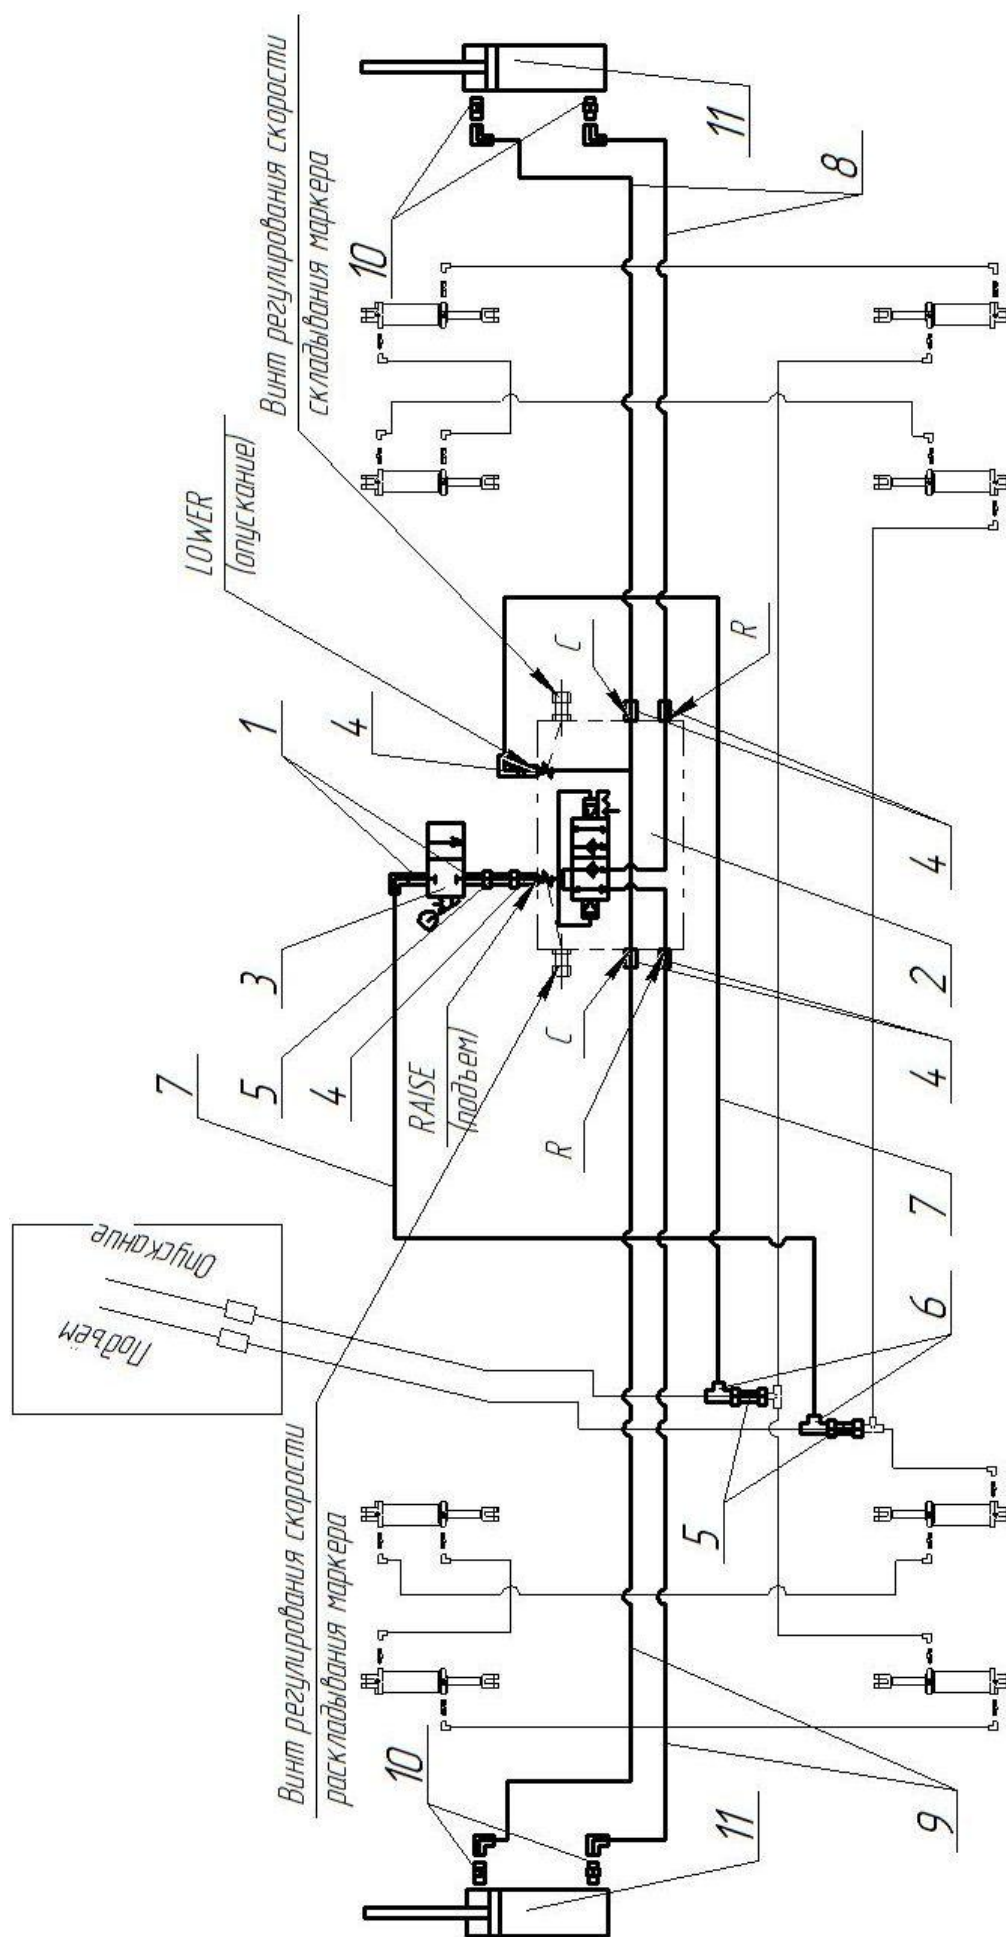

Рис. 4.8.1. Гидросхема подключения маркеров ПК-8,5 «Кузбасс».
4.8.1. Установите узлы и детали гидросистемы маркеров в соответствии с рис.4.8.1, 4.8.2. Номера узлов и деталей см. в табл. 4.8.1, 4.8.2 и на бирках.